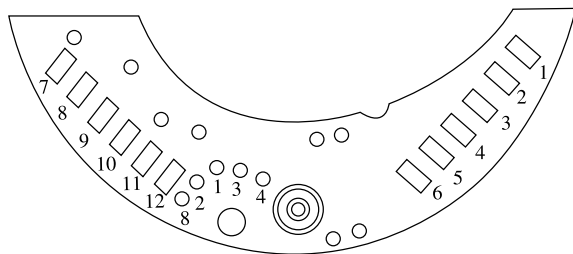

图3 传感器组件引出线示意图
- 2) 检查内部二极管回路的正、反向偏置。一个回路红线与黄线，另一个是白线与蓝线，参看图3。回路的电阻值应接近相等。